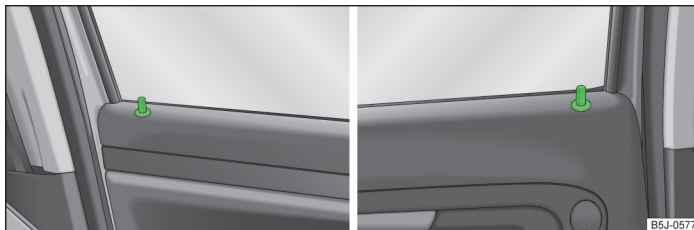

Abb. 12 Sicherungsknopf in der vorderen Tür / in der hinteren Tür
Beim Ent- bzw. Verriegeln der Tür fährt der jeweilige Sicherungsknopf » Abb. 12 hoch bzw. herunter.
- Den Sicherungsknopf hineindrücken » Abb. 12.